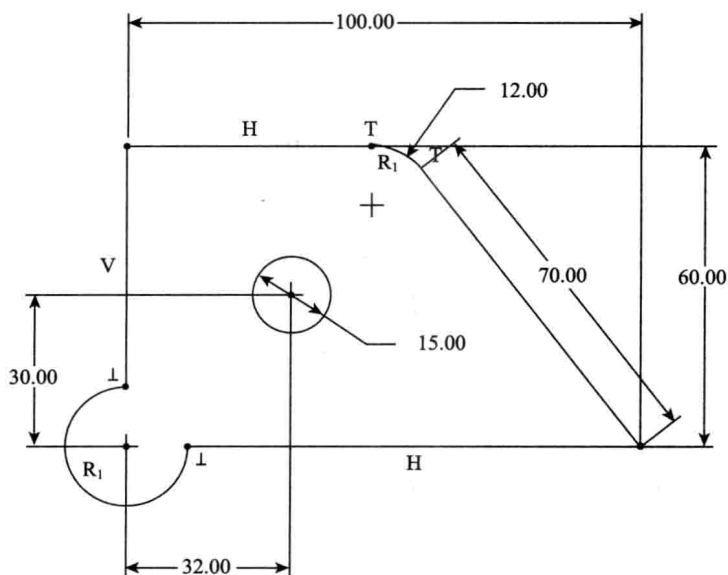
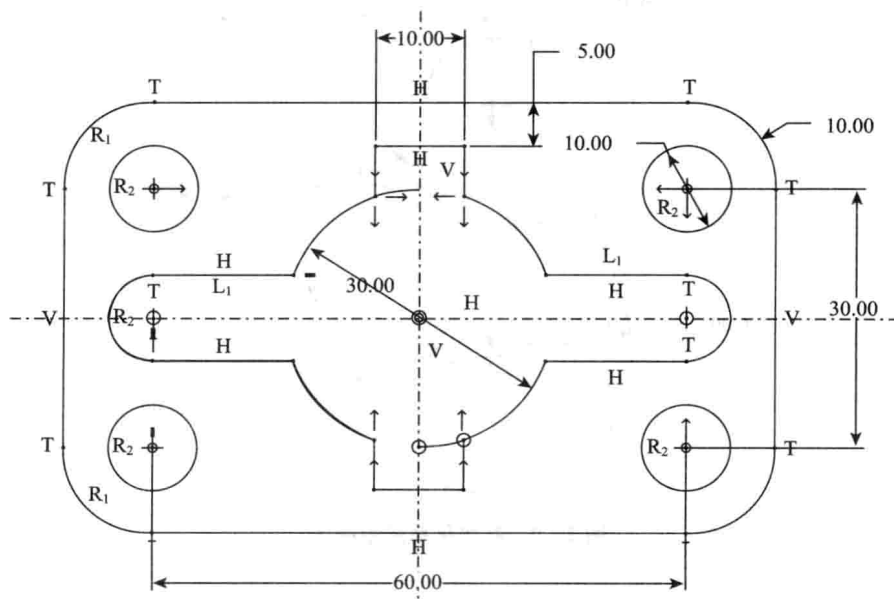

图 2-1 参数化草图绘制(1)
图 2-12 参数化草图绘制(12)
2. 应用二维参数化草图的绘制与尺寸标注的方法和技巧分别完成图 2-1~图 2-12 参数化草图的绘制;并分别以 ep 2-1~ep 2-12 的名称保存在自己的工作目录下,以备后续课程的上机实验调用。